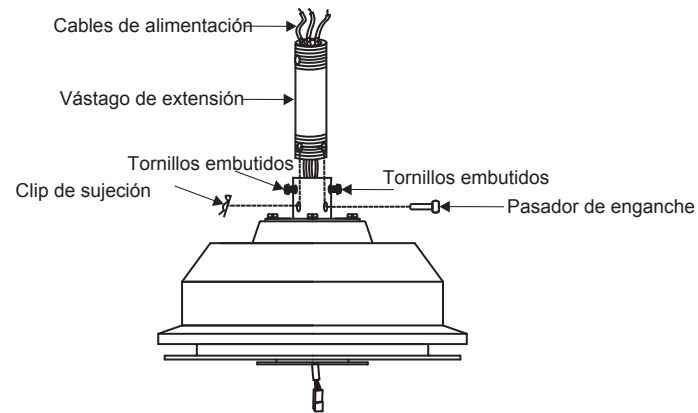

Fig. 8
Paso 6. Afloje los dos tornillos y retire el pasador de enganche y el clip de sujeción del acoplamiento en la parte superior del ensamblaje del motor. (Fig. 8)
Luego, vuelva a colocar el pasador de enganche y el clip de sujeción. Ajuste ambos tornillos embutidos. (Fig. 8)